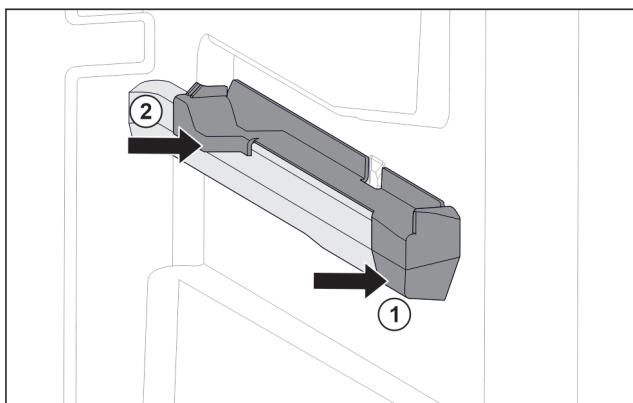

Fig. 79 Piesă de fixare pe nervura din dreapta a recipientului
- ▶ Așezați piesa de fixare în față pe nervura recipientului. Fig. 79 (1)
- ▶ Apăsăți piesa de fixare spre spate. Fig. 79 (2)